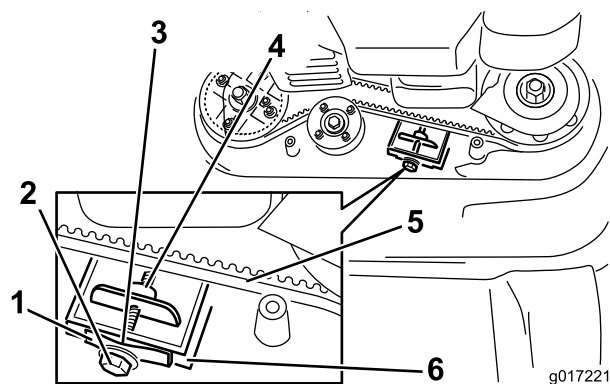

Figura 37
**Nota:** Si hay un espacio visible entre la galga y el muelle, apriete el perno de ajuste y la contratuerca hasta que el papel apenas pueda deslizarse libremente por el hueco (Figura 37).